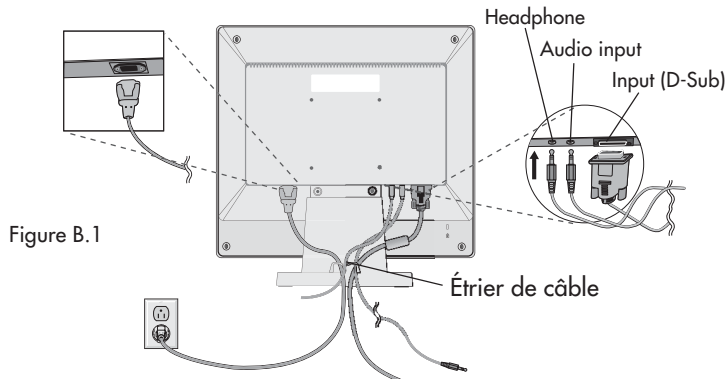

Figure B.1
3. Connecter le mini D-SUB à 15 broches du câble de signal vidéo au connecteur approprié à l'arrière du moniteur (**Figure B.1**). Branchez le câble d'audio aux AUDIO-INPUT à l'arrière du moniteur et l'autre extrémité à la prise de sortie audio fichesur l'ordinateur.
4. Connectez une extrémité du câble d'alimentation sur l'adaptateur AC et l'autre extrémité sur la prise de secteur. Placer le câble de signal vidéo et le cordon d'alimentation entre le couvercle du câble (**Figure B.1**).